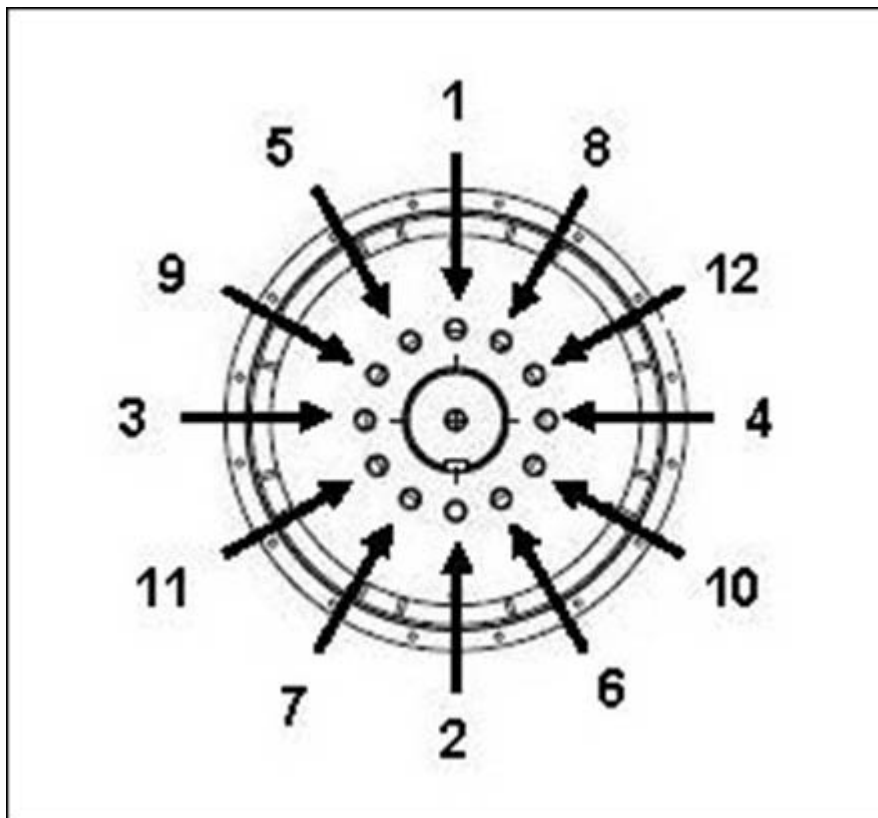

FIGURA 20. SECUENCIA DE FIJACIÓN AL CUBO
4. Si es necesario, apriete los pernos de los discos de acoplamiento en la secuencia que se muestra en Figura 20 en la página 42.